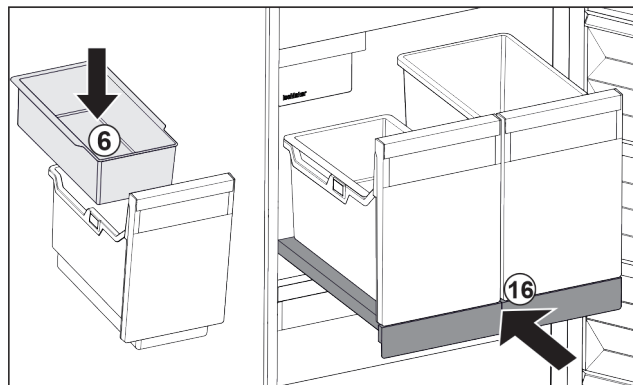

Fig. 130
- ▶ Umetnite ovjesnu posudu Fig. 130 (6) za kockice leda.
- ▶ Gurnite izvlačnu ploču sa spremnikom (IceTower). Fig. 130 (16)